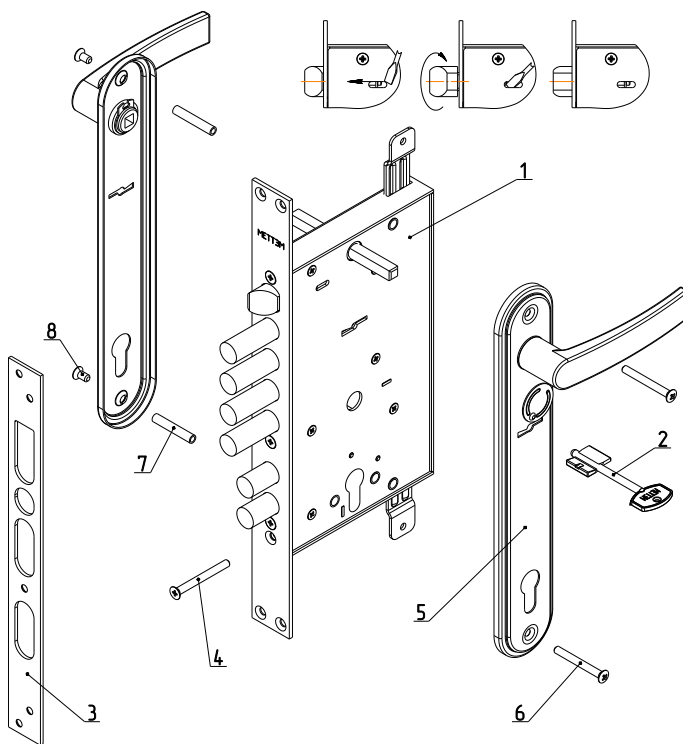

Рис.1
Комплектность замка приведена в таблице и показана на рис. 1.
- 4.1. Внешний вид и установочные размеры замка показаны на рис.1,2.
5.2. Установить при необходимости защелку в соответствующее положение для правой или левой двери путем ее выдвигения из корпуса отверткой через паз в крышке замка и разворота на 180° вокруг своей оси (см. рис.1).